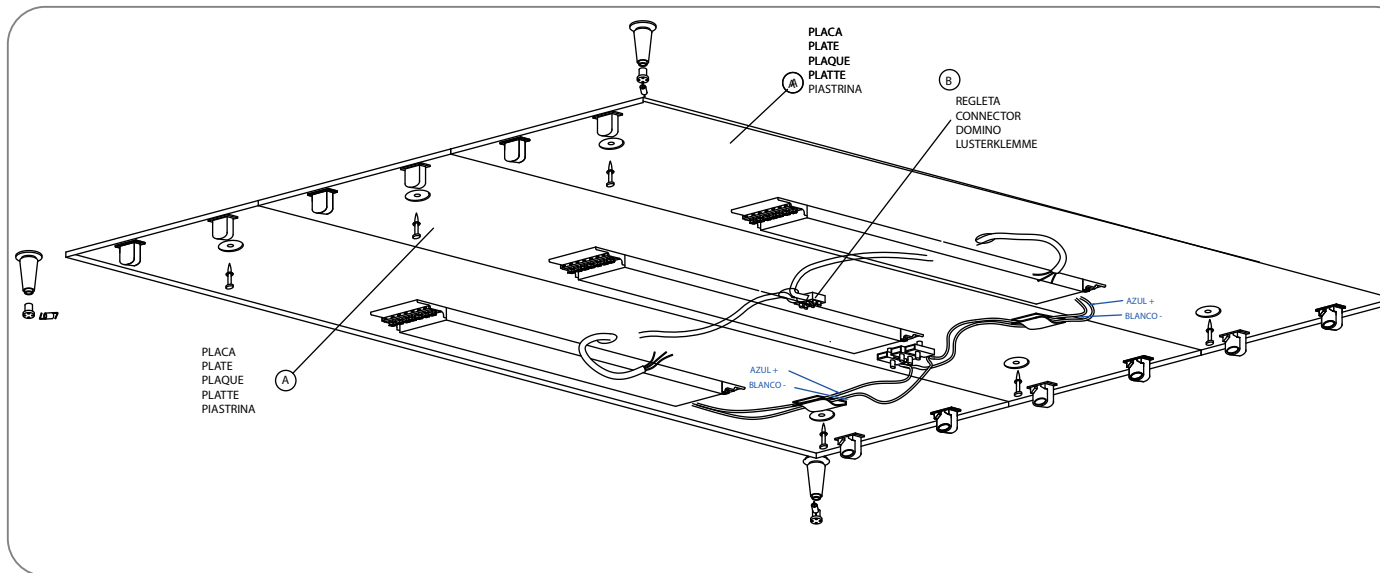

Fig.2
3. Mettre les douilles C à l'aide de chevilles et de tire-fonds fig 2 EN RESPECTANT les mesures indiquées dans la fig 3. NOTE: Utiliser le gabarit pour le calcul des separations des douilles (en prenant soin de bien la placer contre le bord de la plaque fig 3). Ces mesures sont TRES IMPORTANTES pour bien placer la toile.
3. Colocar los conos C mediante tacos y tirafondos, como indica la fig 2 y RESPETANDO las medidas que indica la fig 3. NOTA: Utilizar la plantilla para el cálculo de las distancias de los conos, teniendo cuidado de hacer bien tope en el borde de la placa (fig 3). Estas medidas son MUY IMPORTANTES para que la tela quede correctamente colocada.
3. Fix lampholders C using blocks and lag screws as per fig 2, CONSIDERING sizes as per fig 3. REMARK: Use the template in order to calculate right distances for lampholders. Be careful that an accurate plate stoppage is achieved as per fig 3. This sizes are VERY IMPORTANT to achieve a good cloth setting.